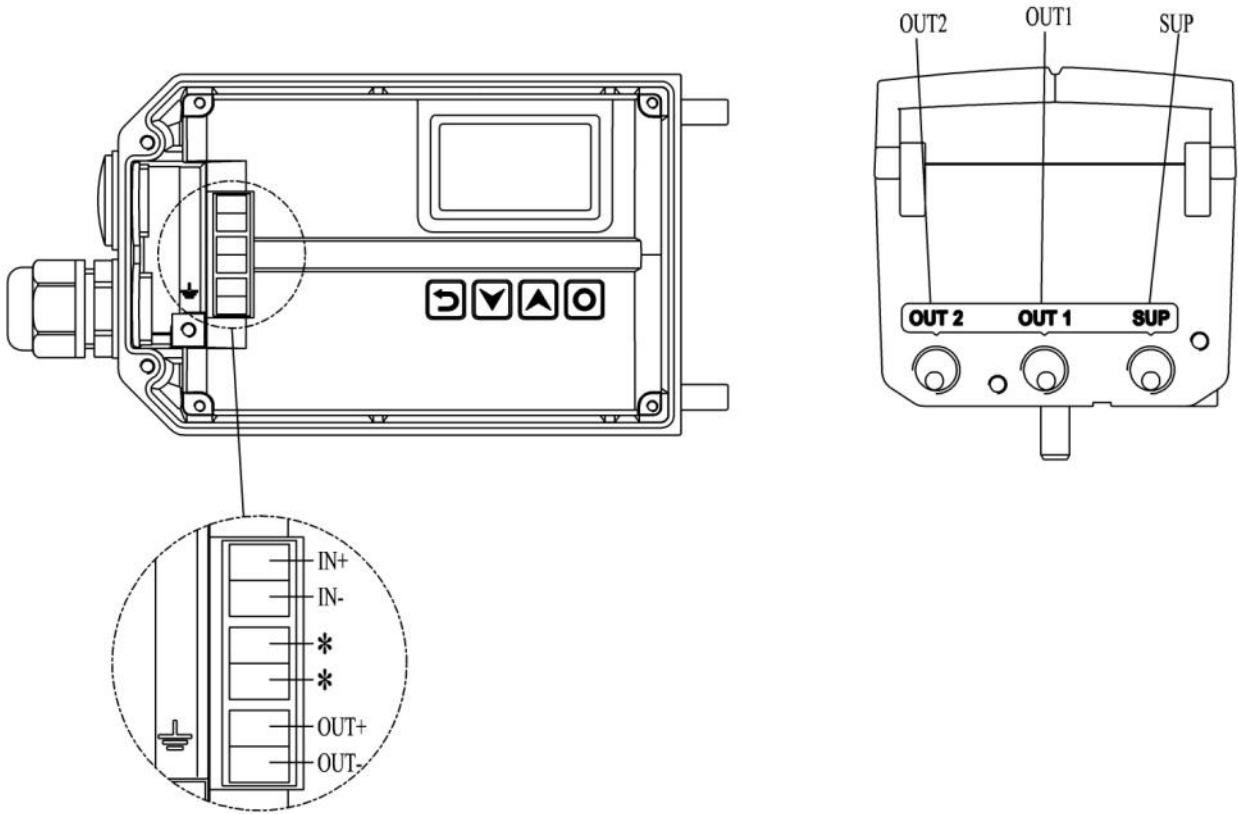

图 1. 接口说明
- 如果输入信号有衰减, 而用户不需要 HART 通信功能, 可以尝试将定位器设置成低阻抗模式。将图 1 所示的 2 个 * 标记的未定义电气接口通过 1 根导线相互连接, 使定位器处于低阻抗模式。